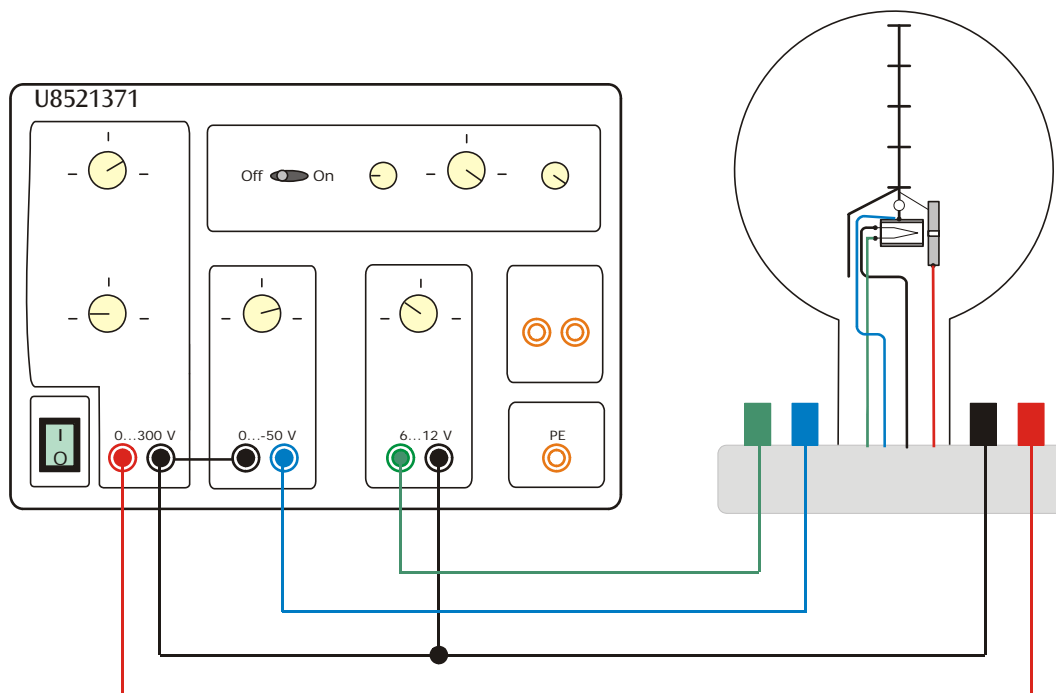

Fig. 1 Collegamento del tubo a fascio elettronico all'alimentatore CC 300 V U8521371
- Cablare il tubo come indicato nella fig. 1.